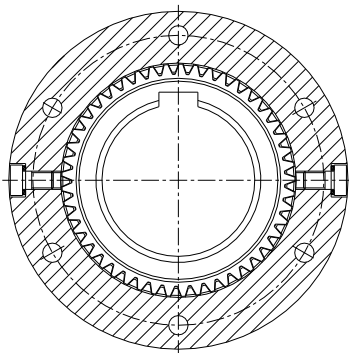

Fig. 42 : Bouchons filetés à l'horizontale
- Orienter l'accouplement de façon à avoir les bouchons filetés (composant 7) à l'horizontale (fig. 42).